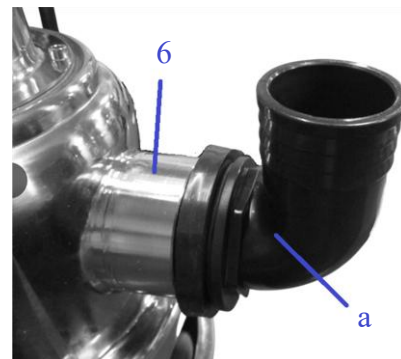

Fig. 2
- Installez l'adaptateur de sortie et le raccord (a) fournis sur la sortie d'eau (6) comme indiqué sur la Fig. 2.